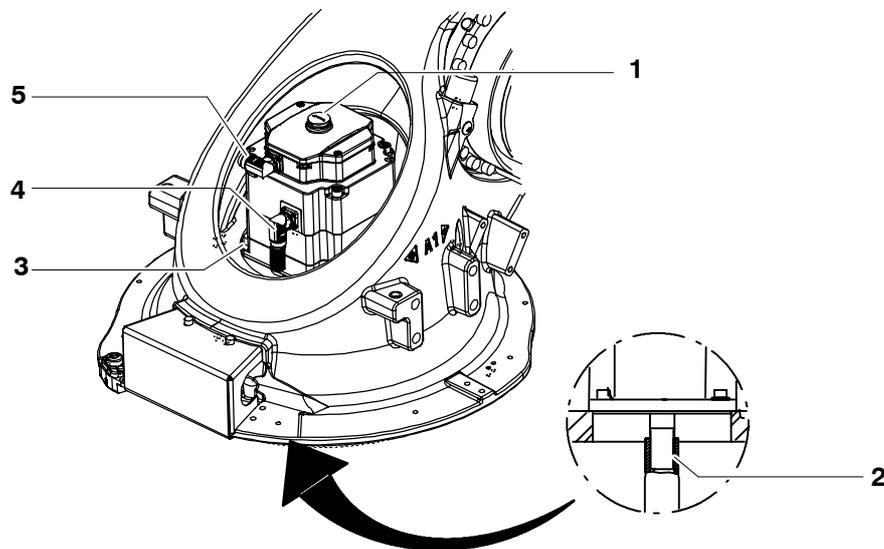

Fig. 113 Entraînement de l'axe majeur A1
- (1) Desserrer et retirer les connecteurs XM1 et XP1 aux connecteurs femelles (Fig. 113/4, 5).
- (2) Dévisser les quatre vis à six pans creus M12x30 (3) sans oublier les rondelles-freins.
- (3) Soulever l'entraînement de l'axe majeur A1 (1).
- (1) Le cas échéant, procéder à la déconservation du nouvel entraînement de l'axe majeur A1.
- (2) Avant le montage, nettoyer les dents du servomoteur à courant triphasé (Fig. 113/2) et du réducteur, pour les enduire légèrement mais sur toute la surface avec du Micro-lube GL 261.
- (3) Nettoyer les surfaces d'appui.
- (4) Monter l'entraînement de l'axe majeur A1 (1).
Les connecteurs femelles XM1 (4) et XP1 (5) doivent être configurés selon la Fig. 113. Le montage de l'entraînement de l'axe majeur A1 est facilité si on le tourne un peu autour de l'axe de rotation.
- (5) Monter les quatre vis à six pans creus M12x30 (3) sans oublier les rondelles-freins.
- (6) Serrer en croix avec une clé dynamométrique les quatre vis à six pans creux (3) jusqu'à l'obtention du couple de serrage M_A prescrit en procédant par étapes ($M_A = 78 \text{ Nm}$).
- (7) Brancher les connecteurs XM1 et XP1 aux connecteurs femelles (4, 5).